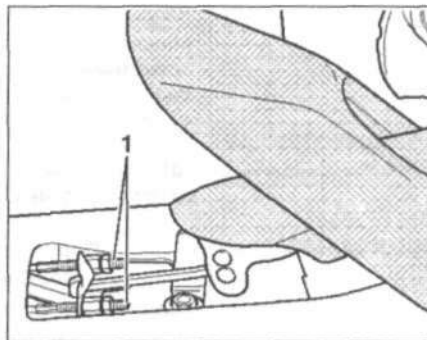

Рис. 9.53. Отсоедините трос 1 от рычага привода стояночной тормозной системы.
2. Отсоедините трос 1 от рычага привода стояночной тормозной системы (рис. 9.53).